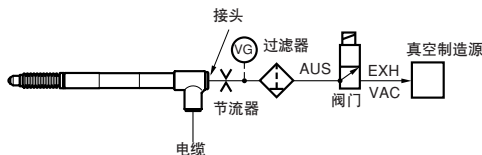
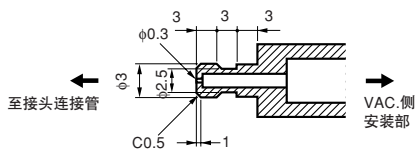

图 1. 气压线路
图 2. 节流器的尺寸
- 经由气动机关装口，利用真空泵等进行测定元件操作时，使用图 1 所示的气压线路构成可以实现空气驱动。适宜的真空压力为 40~66.7 kPa 左右。另外，为了控制抽排气速度，请按图 2 所示在专用管先端安装节流器。